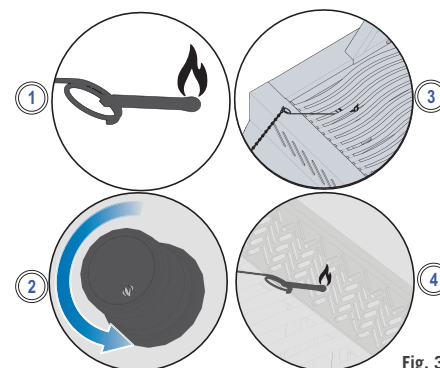

Fig. 3
3. På samme tid drejer du den tilsvarende brænderknap til højeste temperatur. (Fig.3)